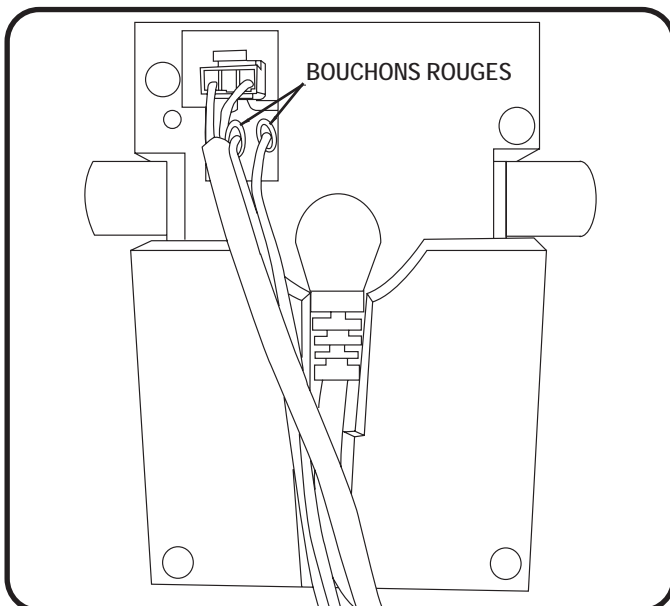

Figure 5.2 Bouchons d'interrupteur de sécurité
2. Si un des moteurs est dérégulé, débranchez l'un des deux connecteurs rouges de la boîte de contrôle des moteurs (Fig. 5.2).
4. Rebranchez le connecteur rouge sur la boîte de contrôle des moteurs (Fig. 5.2).